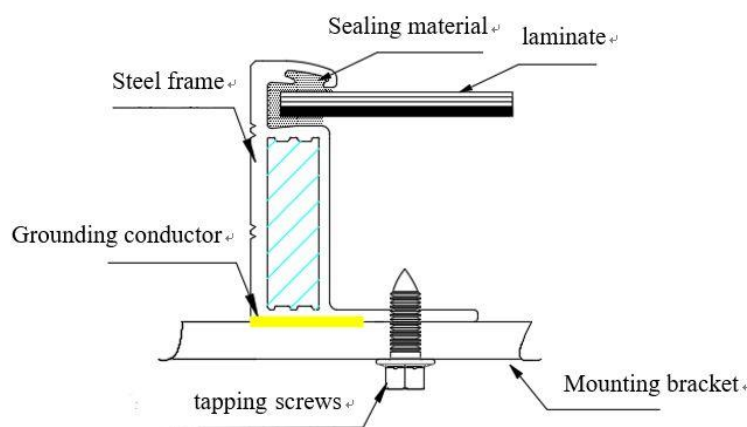

Figura 11.2 Toma de tierra del tornillo autorroscante de cabeza plana ST 4.8
- En un orificio de toma de tierra con un diámetro de $\varnothing 4$ mm, emplee un cable de toma de tierra separado y unos accesorios adecuados para conectar la estructura y el cable de toma de tierra a la superficie. Se recomiendan pernos de toma de tierra M4 x 12 mm con tuercas M4, arandelas de estrella y arandelas planas para estructuras de aluminio, y tornillos de cabeza plana M5 o tornillos autorroscantes de cabeza plana ST 4.8 para estructuras de aleación de acero de alta resistencia (vea la figura 11.2). De este modo, la toma de tierra de los módulos será lo más firme posible. Puede encontrar la imagen del producto correspondiente en la ficha técnica del módulo para conocer con detalle el número, el tamaño y la posición de los orificios de toma de tierra. El torque aplicado a la fijación al suelo es de entre 4 N · m y 8 N · m.